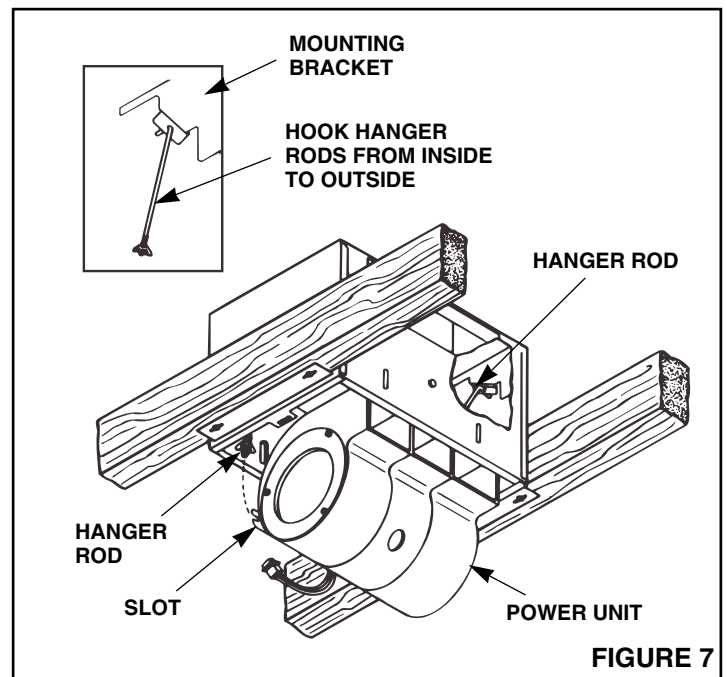

FIGURE 7
1. Refer to Figure 7. The power unit mounts with two hanger rods to the mounting brackets. Insert the hanger rods through the holes in the mounting bracket hooking them from the inside to the outside.
3. Plug the three (3) wire connectors from the junction box into the wire receptacle connector from the power unit making sure the plug is properly aligned.
1. Voir Figure 7. Le bloc-moteur s'installe à l'aide de deux tiges de suspension aux supports de montage. Insérer les tiges de suspension par les orifices du support de montage en les accrochant de l'intérieur vers l'extérieur.
3. Brancher le raccord à trois (3) fils provenant du boîtier de raccordement avec le raccord à trois fils du bloc-moteur en s'assurant que le branchement soit bien fait.